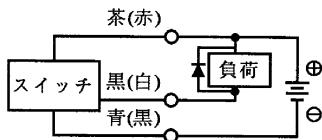

図3 誘導負荷にサージ吸収素子(ダイオード)を使用した例。ダイオードは日立製作所製V06C又は相当品を使用してください。
- 誘導性負荷(リレー、電磁弁)を接続使用する場合には、スイッチOFF時にサージ電圧が発生しますので図3に示す保護回路を必ず設けてください。